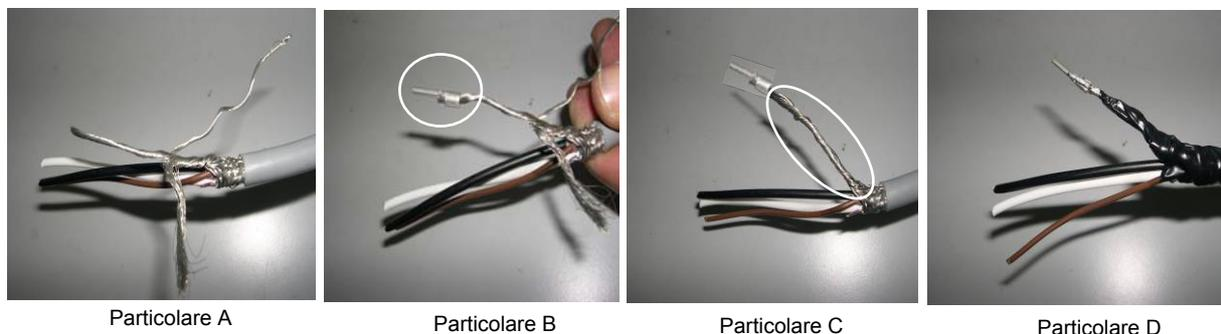

Figura 22 Collegamento schermatura cavo CAN BUS
3. Separare parte della schermatura del cavo (in quantità sufficiente a riempire il puntale in dotazione); intrecciarla e applicare al suo estremo il puntale. (Figura 22 particolare A e B).
4. Avvolgere la schermatura precedentemente separata attorno a quella alla quale è stato applicato il puntale; infine applicare del nastro isolante nel tratto di schermatura tra il cavo ed il puntale, (Figura 22 particolare C e D).